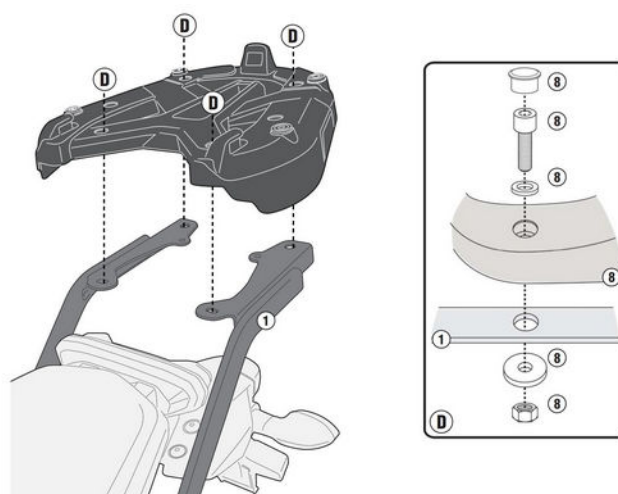

図 7
3. あらかじめ用意した GIVI ベースプレート（指定同時装着品：別売り）付属の取扱説明書を参照し、ベースプレート付属のボルト類を使用して、①FZ フィッティング（左右）の後部台座にベースプレートを仮組みします。（図 7 参照）